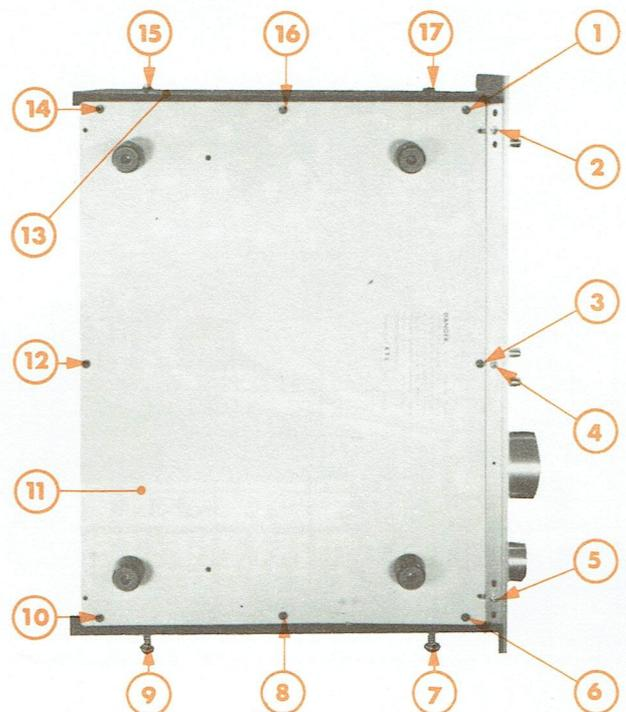
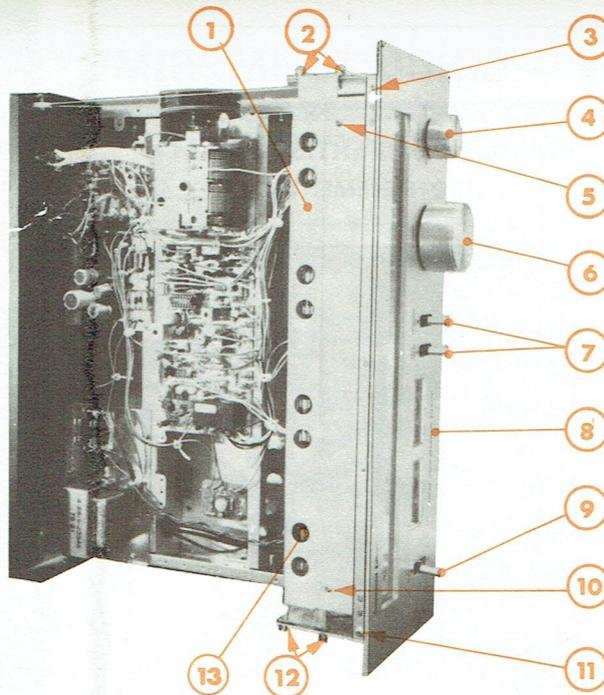

Fig. 1
Fig. 2
### A. DEMONTAGE DU COFFRET (Fig. 1)
### B. DEPOSE DE LA FAÇADE (Fig. 1 et 2)
- 2° – Tirer les manettes (7) et (9) puis les boutons (4) et (6) (Fig. 2).
- 3° – Dévisser et enlever les vis (2) (4) et (5) (Fig. 1) puis (3) et (11) (Fig. 2).
- 4° – Déposer la façade (8) (Fig. 2).
### C. ACCES AUX AMPOULES D'ECLAIRAGE CADRAN (Fig. 2)
- 2° - Dévisser et enlever les vis (2) et (12) puis dégager l'ensemble éclairage cadran (13) (Fig. 2).